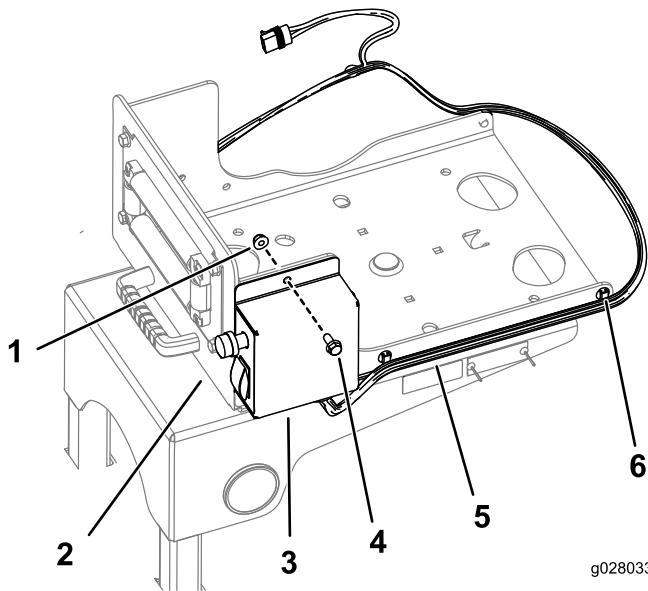

Bild 10
3. Befestigen Sie den Schaltkasten mit zwei Schrauben (5/16-18" x 1/4", GR5) und zwei Bundmuttern (5/16-18") an der Schwenkplatte, wie in Bild 10 abgebildet.
4. Befestigen Sie den Kabelbaum mit den vorhandenen Clips an den Seiten der Schwenkplatte (Bild 10).